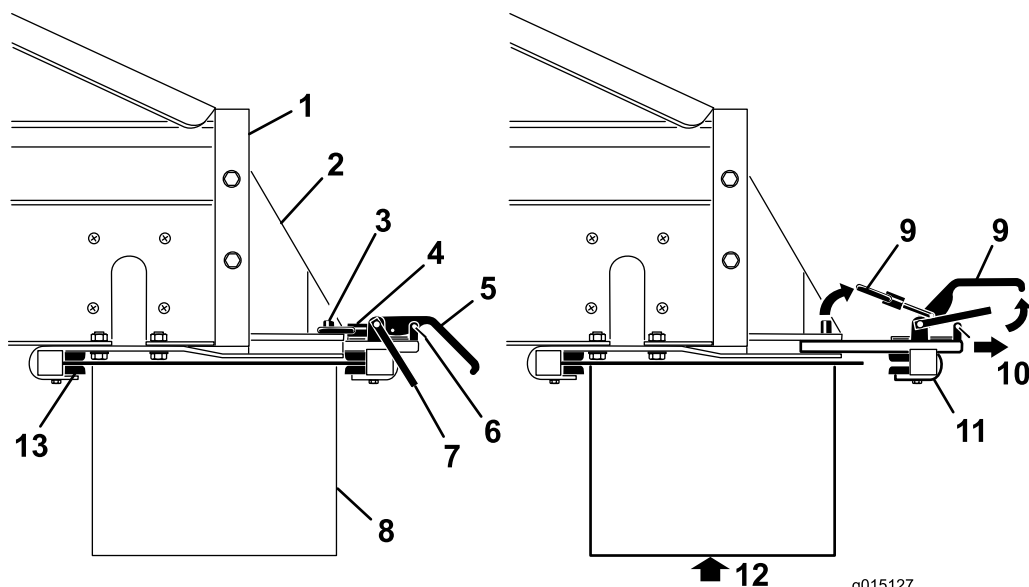

图37
6. 在他人协助下，将位于 MH-400 后部的上下交叉输送机/转盘的前端插入固定架前部的锁紧装置(图37)。
7. 在为交叉输送机/转盘提供支撑的同时，将后部附件连接锁紧组件滑入支架的槽内，并位于尾端上方(图37)。
9. 将安全门夹装回锁紧手柄（图37）。